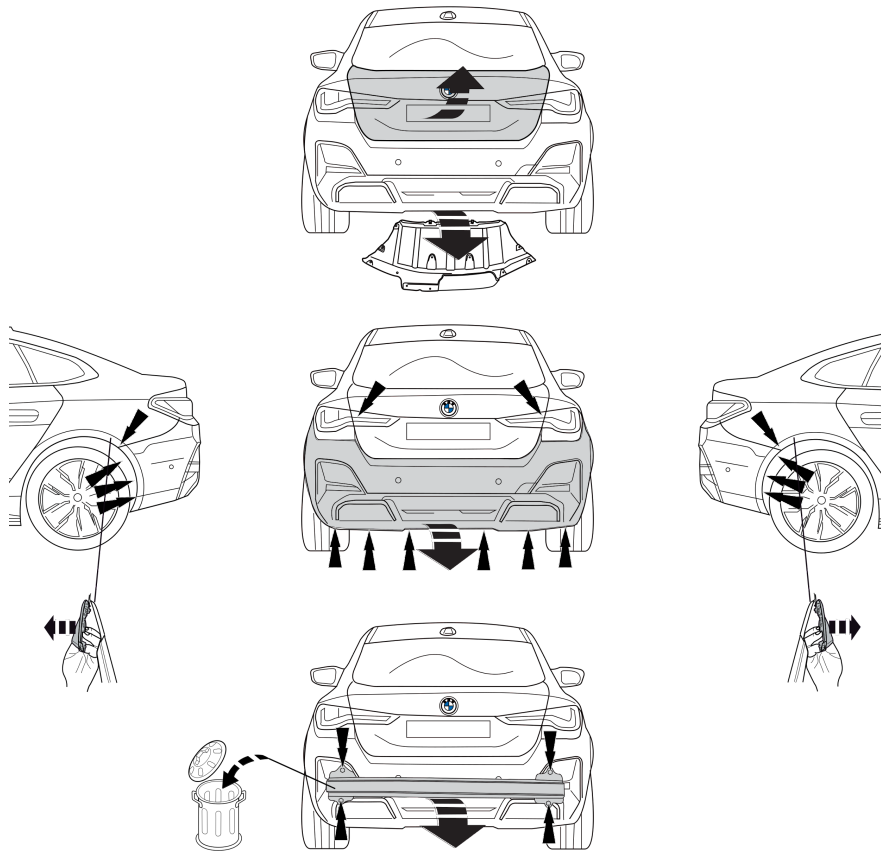

Fig. 1
1. Снять пластмассовые защитные колпаки. Снять бампер вместе со буферным брусом автомобиля. Буферный брус больше не понадобится. См. рисунок 1.